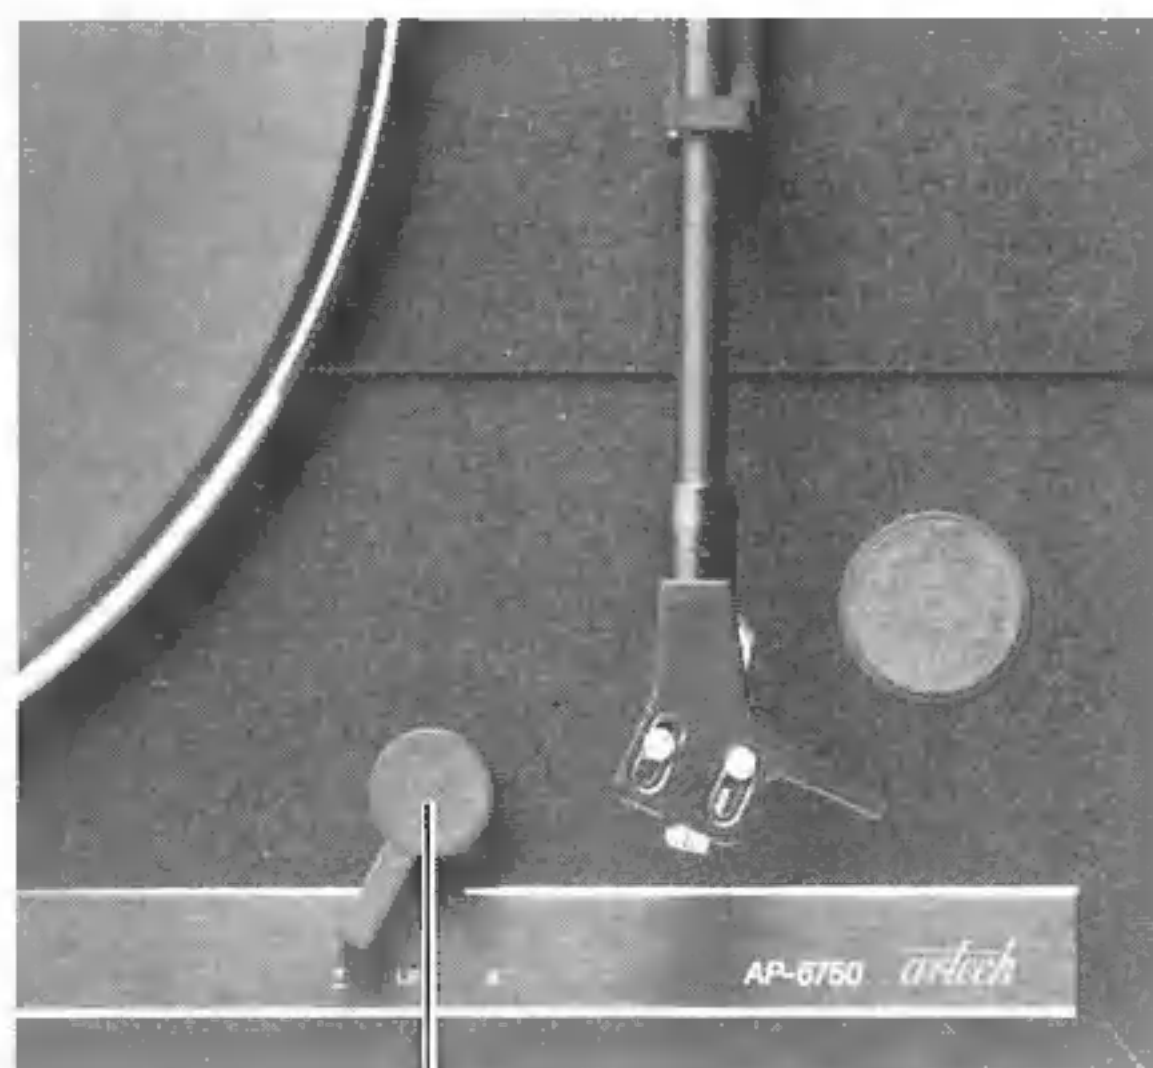

Fig. 6
Stellen Sie den Schalter LIFT ③ (Fig. 6) in die Stellung ∇ .